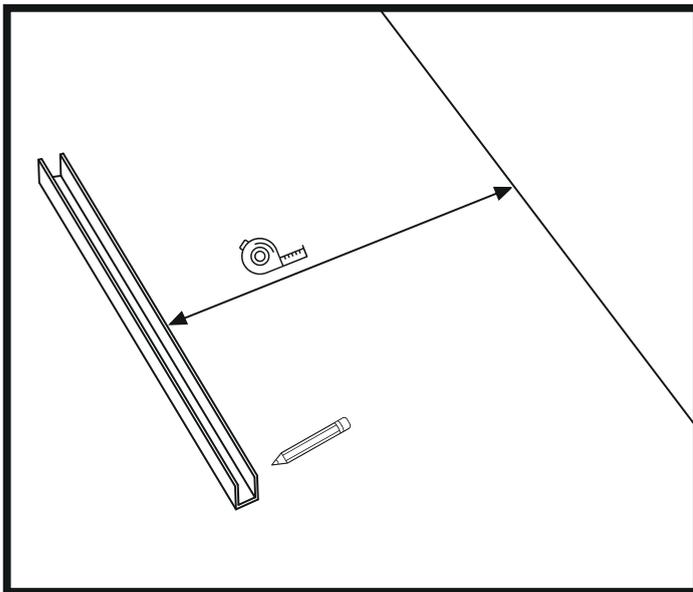

Abbildung 1
1. Wählen Sie den Abstand der U-Leiste von der Wand nach Ihren Wünschen, basierend auf der Weite der Teleskoprohrnutzung. Messen Sie den erforderlichen Abstand von der Wand und markieren Sie ihn. (Abbildung 1)